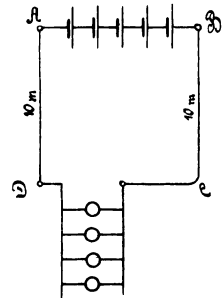

Abb. 18.
83. Fünf Elemente von je 1,8 [1,9] (1,8) V elektromotorischer Kraft und je 0,2 [0,19] (0,25) Ω innerem Widerstand sind hintereinander geschaltet. 10 [12] (15) m von der Stromquelle entfernt werden 4 [5] (6) parallel geschaltete Glühlampen von je 16 [20] (24) Ω Widerstand gebrannt, welche durch 2 je 1,2 [1,5] (2) mm dicke Kupferleitungen AD und BC mit der Stromquelle verbunden sind (Abbildung 18).